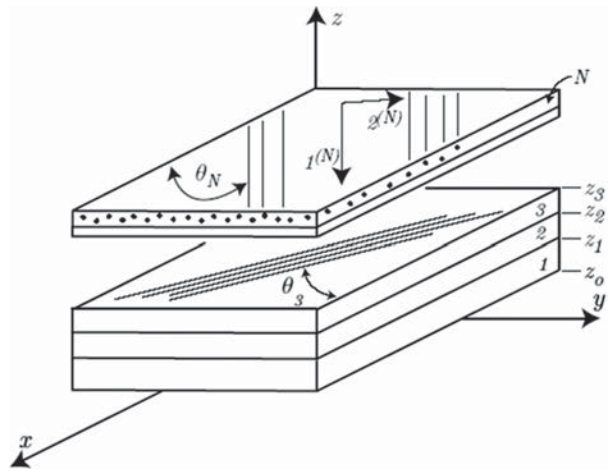

Рисунок 3. Системы координат композита и слоя
- Система координат слоя (*Ply coordinate system*) – определяет ориентацию волокон слоя (рисунок 3) (ось 1).